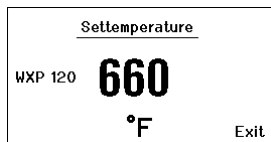

Fig. 13
1. Mantenere premuto il tasto di selezione desiderato, **6** oppure **13**. Sul display compare la temperatura nominale attuale (vedere Fig. 13).